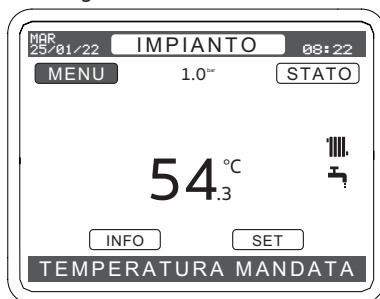

Figura 5.25
- Premere il tasto (↖) per spostarsi nel campo "MENU" Figura 5.25.